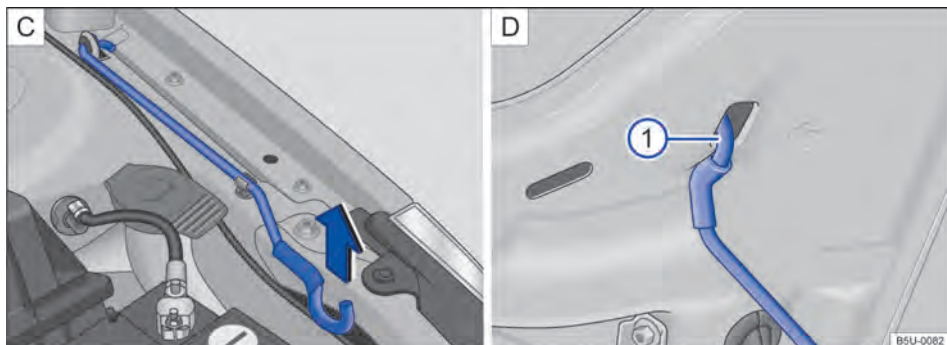

Fig. 187 [C] Haste de sustentação da tampa do compartimento do motor. [D] Tampa do compartimento do motor apoiada na haste de sustentação.
- Retirar a haste de sustentação do suporte no sentido da seta → Fig. 187 [C] e posicioná-la na abertura na tampa do compartimento do motor → Fig. 187 ① [D].
- Retirar a haste de sustentação do furo → Fig. 187 ① [D] e encaixá-la no suporte do fecho → Fig. 187 [C].